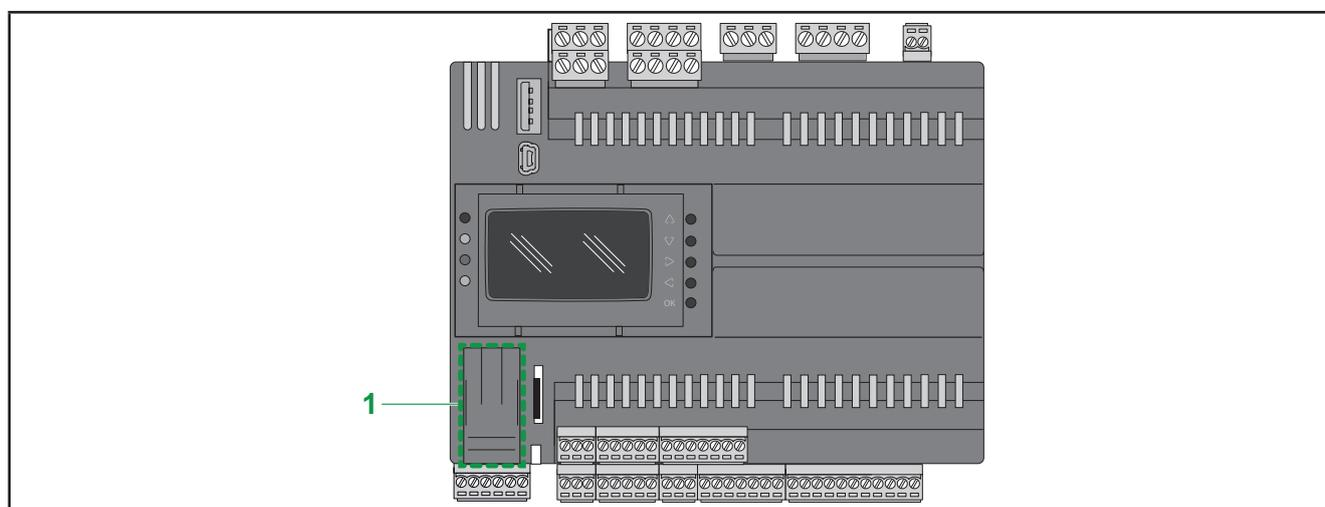

Fig. 50. EWCM 9000 PRO (HF): Tampa de serviço para bateria
Os controladores para centrais de compressor CO2 **EWCM 9000 PRO (HF)** são dotados de uma tampa amovível (ver 1 na **Fig. 50 na pág. 74**) situada no lado inferior esquerdo da parte frontal. Por detrás da tampa de serviço existe um compartimento de bateria e um conector macho de 5 polos (reservado). Para substituir a bateria interna, contacte o departamento de apoio técnico Eliwell.